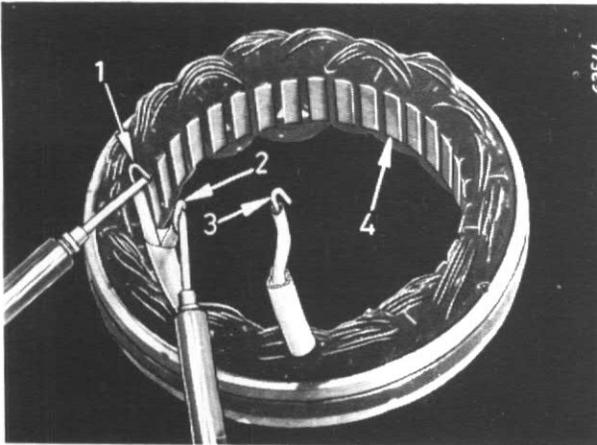

Figure 32
Pour déceler les coupures des enroulements du stator, appliquez les conducteurs d'une lampe test aux extrémités des enroulements dans l'ordre suivant : extrémités (1) et (2), extrémités (1) et (3), extrémités (2) et (3). A chaque vérification, la lampe test doit s'allumer, fig. 32.